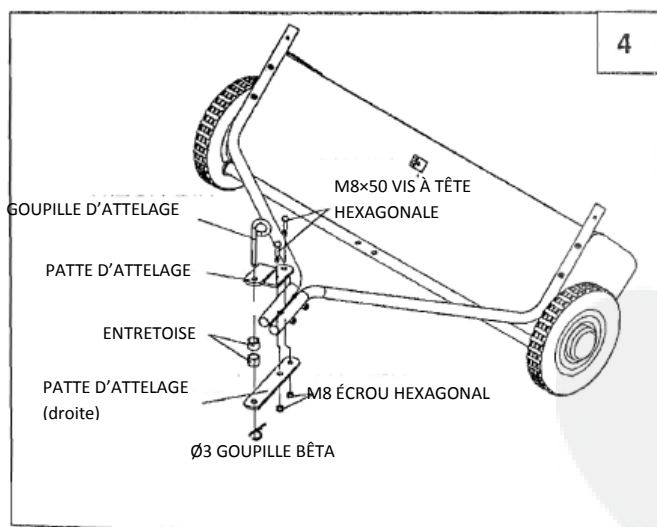

Figure 4
Si la distance entre le point d'attelage de votre tracteur et le sol est comprise entre 279 et 330, se reporter à la figure 4 ; si elle comprise entre 203 et 279, se reporter à la figure 5.
5. (Figure 4 ou 5) Assembler les pattes d'attelage sur les tubes d'attelage en utilisant deux vis à tête hexagonale M8x50 et deux écrous hexagonaux M8. Les vis doivent se trouver de part et d'autre de la vis du tube d'attelage avant. **Ne pas serrer pour l'instant.**
7. (Figure 4 ou 5) Assembler la goupille d'attelage, les entretoises et la goupille bêta sur les pattes d'attelage.